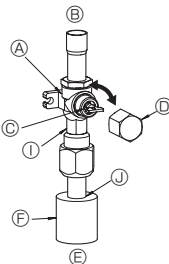

Fig. 4-7
- Запорный кран со стороны газа (Fig. 4-7)